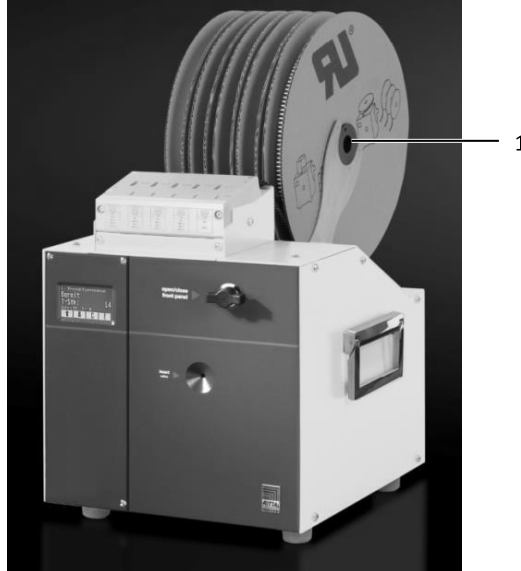

Abb. 6: Position Aderendhülsenrolle
- Setzen Sie die Aderendhülsenrollen (Abb. 6, Pos. 1) so auf, dass ein Abrollen von unten nach vorne sichergestellt ist.